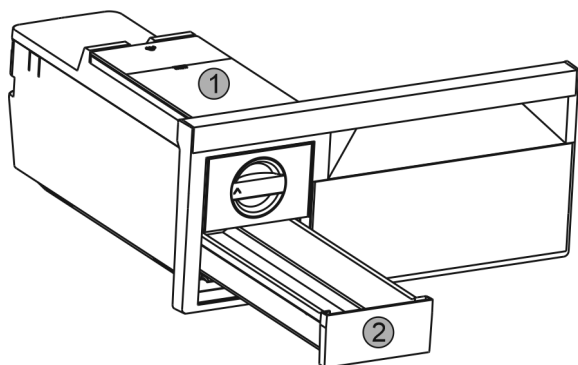

Fig. 40
- Rimuovere il serbatoio dell'acqua Fig. 40 (1) e il cassetto dei cubetti di ghiaccio Fig. 40 (2).